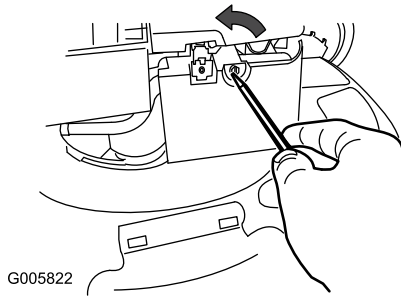

Figura 18
1. Utilice un destornillador para abrir la tapa del filtro de aire (Figura 18).